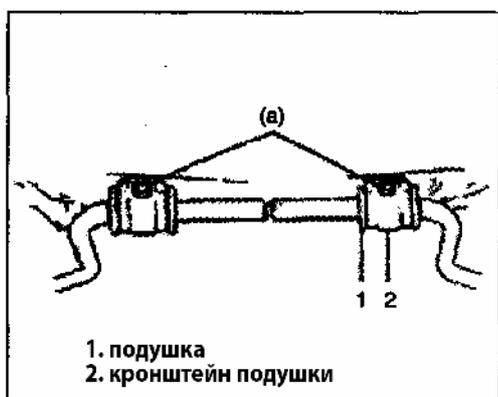

Рис. 504
- 3) Снимите болты крепления кронштейна подушки (Рис.504).